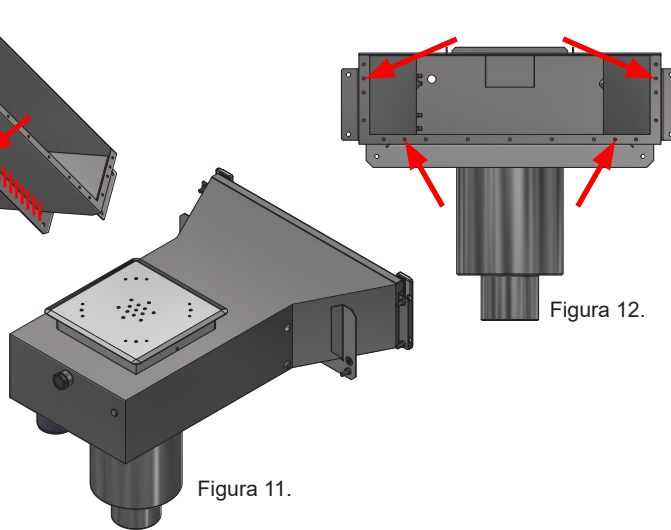

Figura 11.
5. Antes del moldeado; enmascare las bridas expuestas del desagüe de desbordamiento y las aberturas para evitar manchas feas por salpicaduras de hormigón. Las aberturas en el borde trasero del desagüe de desbordamiento para el indicador de rebase de nivel, las extensiones y el llenado de agua se pueden tapar con los tapones incluidos, consulte la figura 11.